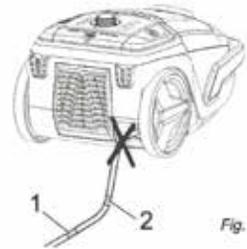

Fig. 10
2. Dra ut nätsladden tills den gula markeringen syns (bild 10/1).
⚠ Om den röda markeringen syns (bild 10/2) ska du dra in sladden till den gula markeringen genom att trycka på indragningsknappen (bild 11/2). Annars kan nätsladden skadas. Det finns risk för elstöt.